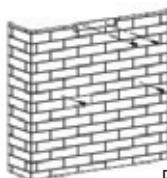

Figure 2
3. Après avoir décidé de la hauteur de la hotte aspirante, mesurez la position des trous pour suspendre la hotte ainsi que le support de cheminée intérieure. Percez 4 trous de 8 : 2 pour le support de cheminée intérieure et 2 autres pour suspendre la hotte, tout en veillant à la mise à niveau de cette dernière. La position du support de cheminée intérieure correspond à l'emplacement de la cheminée. Voir figure 2.
4. Vissez deux vis 4 x 30 mm au mur à l'aide de chevilles pour fixer la hotte, puis utilisez deux vis 4 mm x 40 mm pour fixer le support de cheminée intérieure. Voir figure 2.